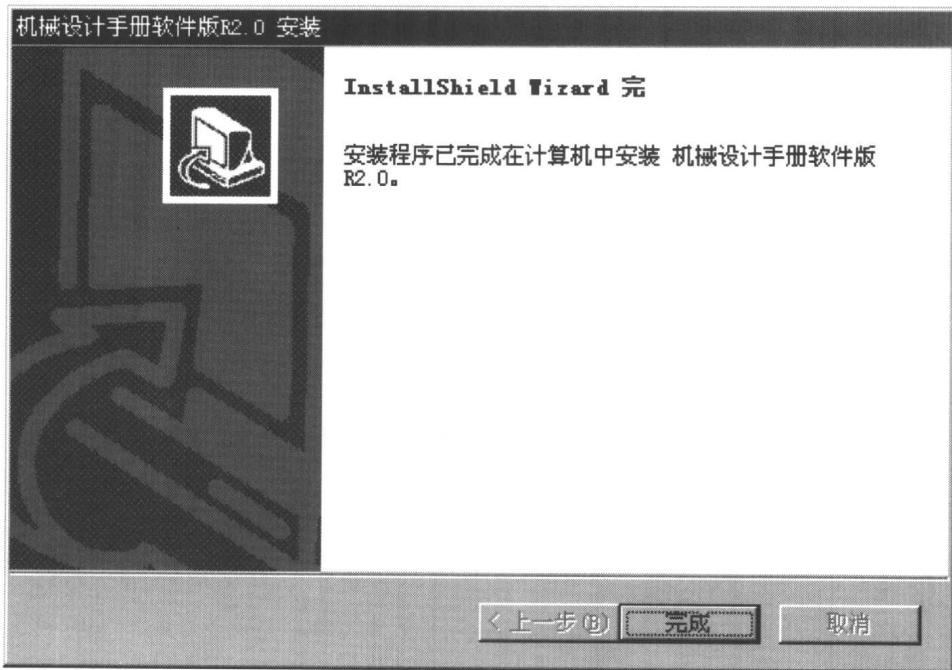

图 1.10 结束安装界面
9) 最后，屏幕上出现安装程序的结束界面（图 1.10），单击“完成”按钮，安装程序将完成整个安装过程，结束安装。